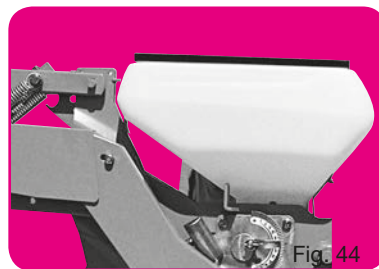

Fig. 44
- Trémie contenance 20 litres (au lieu de 40 litres) (fig. 44)
- 20 liter hopper (instead of 40 liter capacity) (fig. 44)